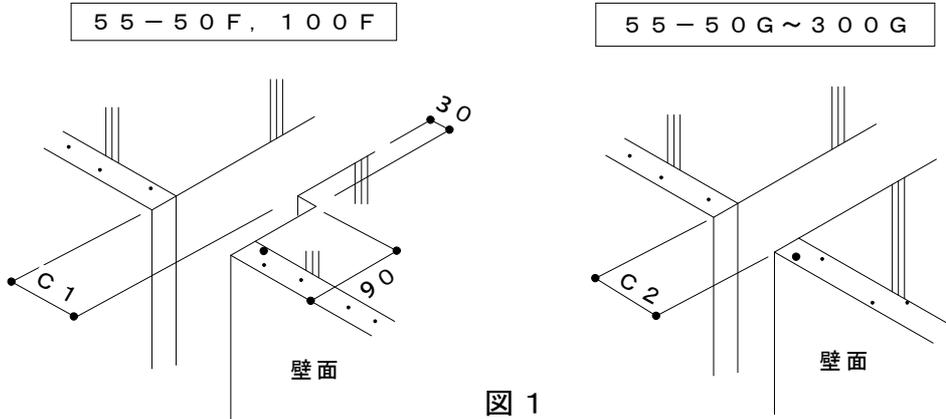

図 1
1. 壁面と壁面のクリアランスは、図1、表1のように仕上げてください。それぞれの規定値よりも狭い場合には変形性能が確保できなくなる場合があります。